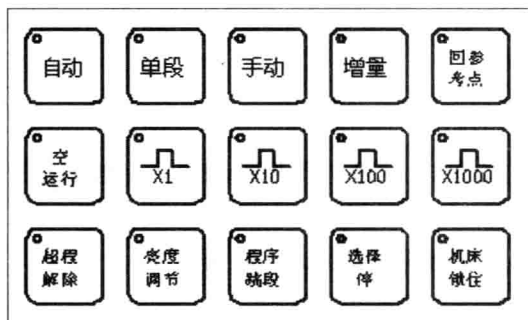
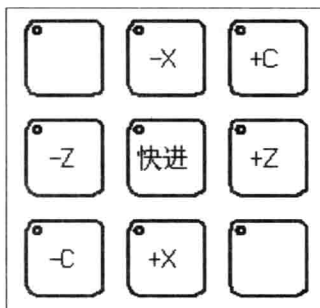

图 1-4 机床操作模式控制按钮
图 1-5 机床方向控制键
(4) 按照【急停】开关的示意方向旋转弹出按钮，系统在 5~10 秒后会进入手动状态，在这个期间可能会有短暂的转换过程。请不要急于操作，以免出现报警信息。
(5) 在当前工作方式由急停转变为手动状态时便可对机床进行回参考点的操作了，接下来的回参考点操作简称回参操作。
(6) 回参操作之前必须确认机床是否处于坐标系的负方向（一般在车床上刀架位于导轨及中托板的中间位置即可。否则在回参时系统会使刀架向正方向移动，直到达到正方向限位为止）。如果机床刀架处于零点或正方向位置，操作人员应采用手动方式将刀架移动至负方向。在移动刀架的过程中要特别注意其移动顺序，先选择【手动】按钮，如图 1-4 所示。系统处于手动工作状态。再按住【-Z】方向键，如图 1-5 所示。将刀架先向“-Z”方向移动。当刀架电机保护罩与尾座完全离开后停下。